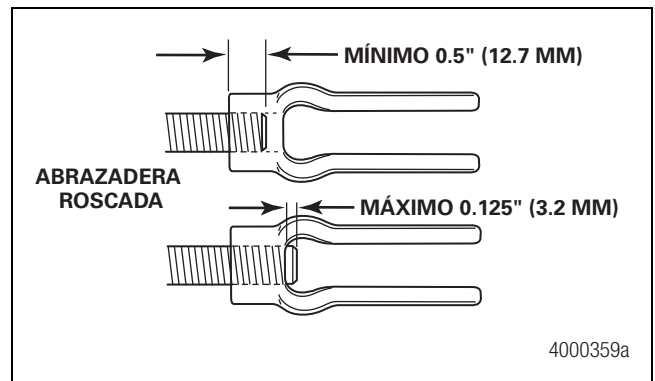

Figura 5.16
5. Verifique que el engranado de la rosca entre la abrazadera y el vástago sea de 0.5 a 0.625 de pulgada (12.7-15.9 mm). Figura 5.16.